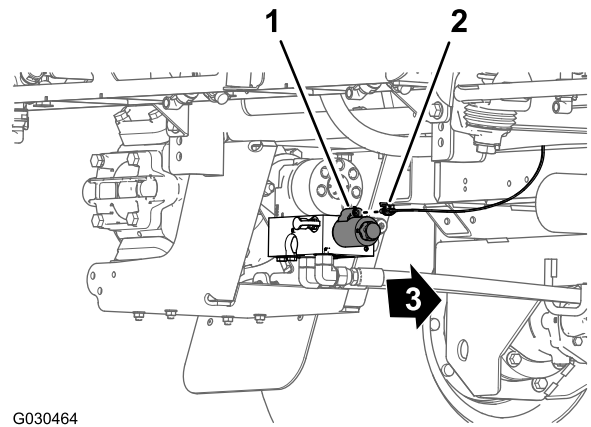

Figura 40
5. Na traseira da máquina — suporte interior da bomba de pulverização, desligue o conector de 2 tomadas da cablagem traseira principal do conector de 2 pinos do relé para a bomba (Figura 40).